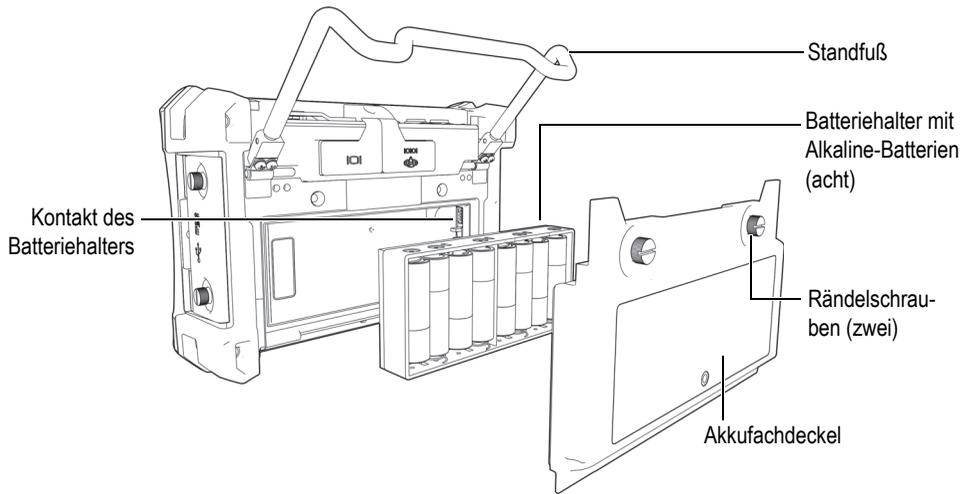

Abbildung 2-11 Einlegen des Batteriehalters für Alkaline-Batterien
1. Klappen Sie den Standfuß des BondMaster 600 hoch (siehe Abbildung 2-11 auf Seite 45).
4. Legen Sie acht Alkaline-Batterien (AA) in den Batteriehalter ein.